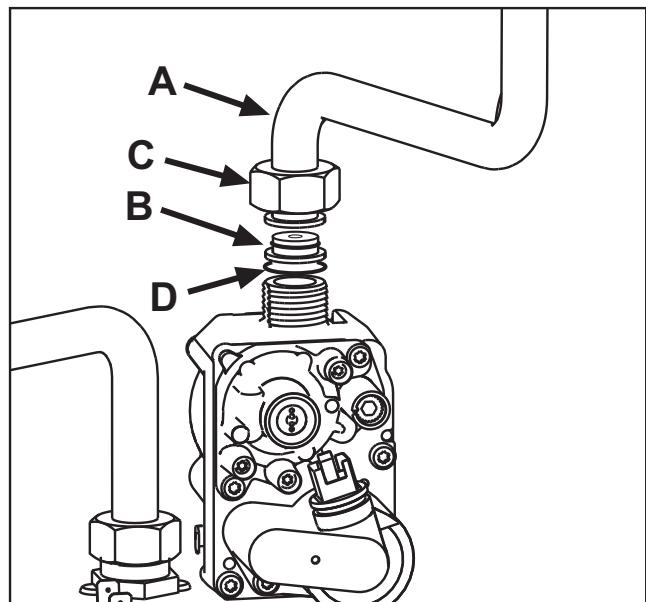

fig. 23
- Svitare il girello **C** e rimuovere il tubo gas **A** dalla valvola gas (vedi fig. 23).
- Sostituire l'ugello **B** inserito nel tubo gas con quello contenuto nel kit di trasformazione interponendo la guarnizione **D** (vedi fig. 23).